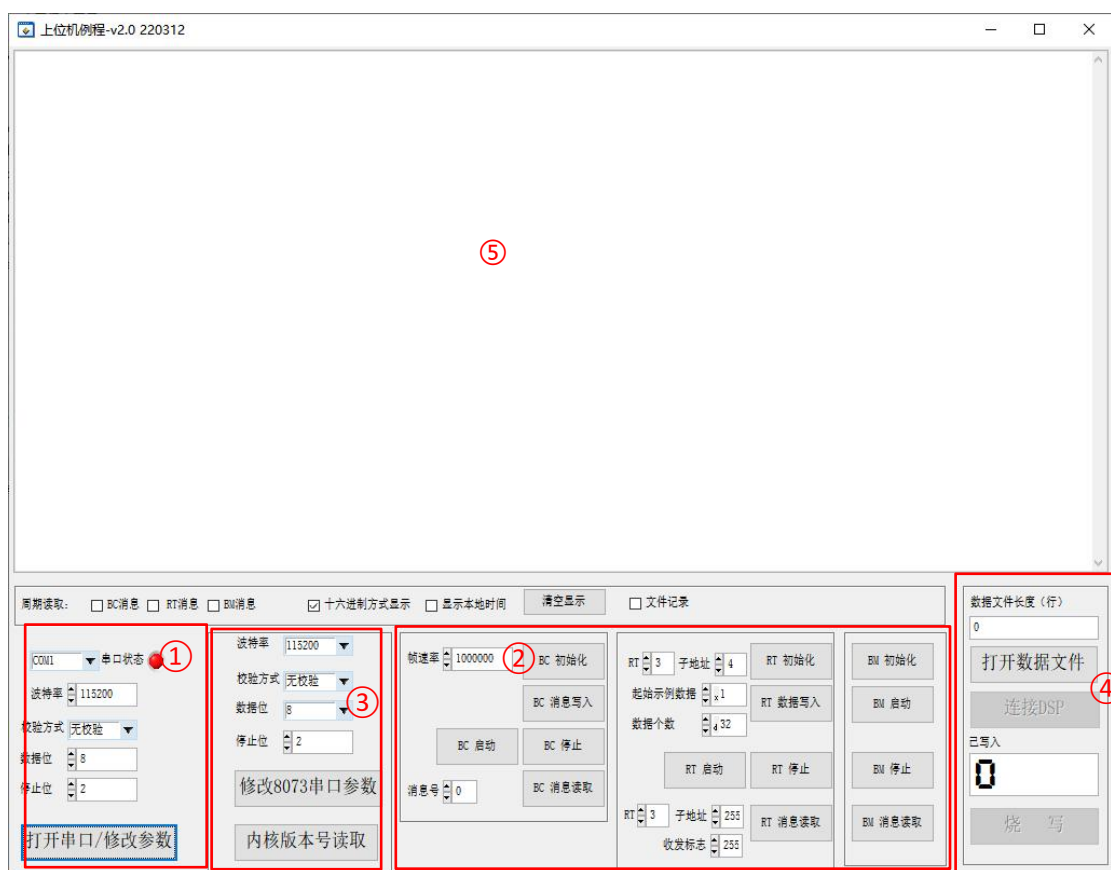

图 20 上位机端示例程序
第一步，在接好线后，上电之前，运行上位机例程。如图20 上位机端示例程序所示界面，在①所标示区域，选择PC机端用于串口通信的串口号，并保持参数设置和CLV-8073串口参数一致，点击“打开串口/修改参数”按钮。打开串口成功，串口状态灯点亮为红色，此时PC机端已经准备就绪。
CLV-8073提供单通道双冗余，单功能1553B通信能力。当配置为BC模式时，如果上一工作状态为RT模式或BM模式，将自动停止RT模式或BM模式，转为BC模式。如图20 上位机端示例程序所示界面，在②所标示区域，CLV-8073的BC功能配置启动流程如下：
(1) BC初始化
CLV-8073提供单通道双冗余，单功能1553B通信能力。当配置为RT模式时，如果上一工作状态为BC模式或BM模式，将自动停止BC模式或BM模式，转为RT模式。如图20 上位机端示例程序所示界面，在②所标示区域，RT模式配置流程如下：
(1) RT初始化
CLV-8073提供单通道双冗余，单功能1553B通信能力。当配置为BM模式时，如果上一工作状态为BC模式或RT模式，将自动停止BC模式或RT模式，转为BM模式。如图20 上位机端示例程序所示界面，在②所标示区域，BM模式配置流程如下：
(1) BM初始化